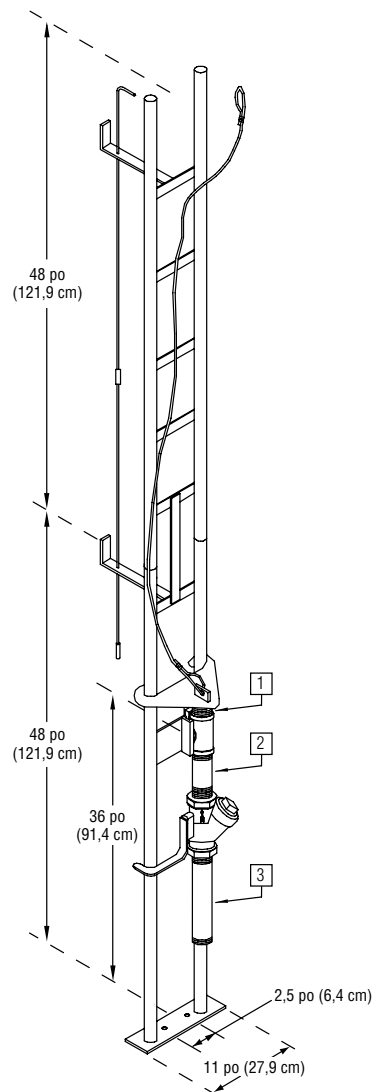

Figure 1 : Montage type des modèles SGR125 et SGR200
2. Descendez le système de rails assemblé dans le bassin et fixez le support mural sur le système de rails à l'aide des dispositifs de fixation fournis. Fixez le support mural sur le côté du bassin. Un montage type est illustré à la figure 1.